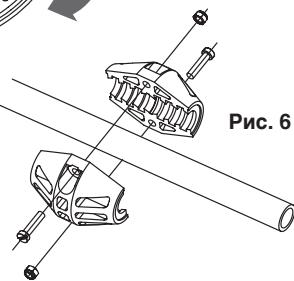

Рис. 6
- Просунуть конец шланга через выходное отверстие ролика на необходимую длину. Заблокировать намоточный барабан с помощью храповика в ближайшем положении и активировать фиксатор шланга (рис. 6).
- Просунуть конец шланга через выходное отверстие ролика на необходимую длину. Заблокировать катушку с помощью храповика в ближайшем положении и активировать фиксатор шланга (рис. 6).